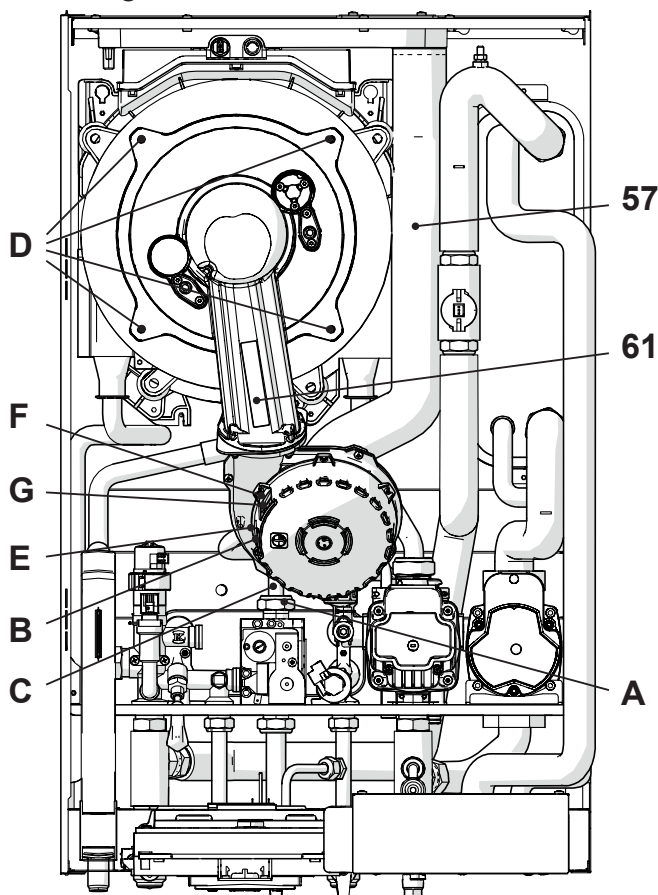

Figura 14.8
Rimozione del gruppo bruciante ventilatore 61 in Figura 14.8.
- Scollegare il tubo aspirazione aria 57 (Figura 14.8).
- Inserire un cacciavite piano nella rientranza **B** del connettore **E** e fare leva verso il basso, contemporaneamente scollegare il connettore **E** tirandolo frontalmente (Figura 14.8).
- Scollegare il connettore del ventilatore **F** premendo il gancio in plastica **G** posizionato nella parte sottostante del connettore (Figura 14.8).
- Svitare i dadi **D** e rimuovere il gruppo bruciante ventilatore 61 (Figura 14.8).